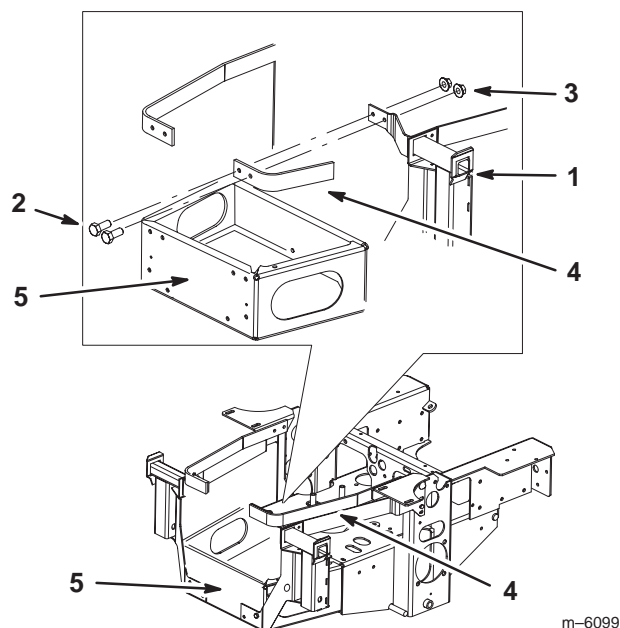

Figure 9
7. Montez le support de fixation du dispositif de ramassage sans le serrer sur la barrette de protection du moteur à l'aide de 2 boulons (5/16 x 1") et 2 écrous à collerette (5/16") (Fig. 9).